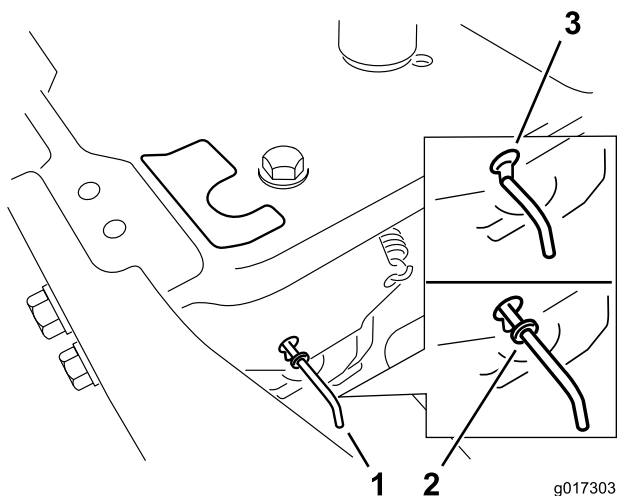

Bild 24
4. Schieben Sie die Bypasshebel nach vorne durch das Schlüsselloch und nach unten, um sie zu arretieren (Bild 24).
Schieben Sie die Bypasshebel nach hinten durch das Schlüsselloch und nach unten, um sie zu arretieren, wie in Bild 24 dargestellt.